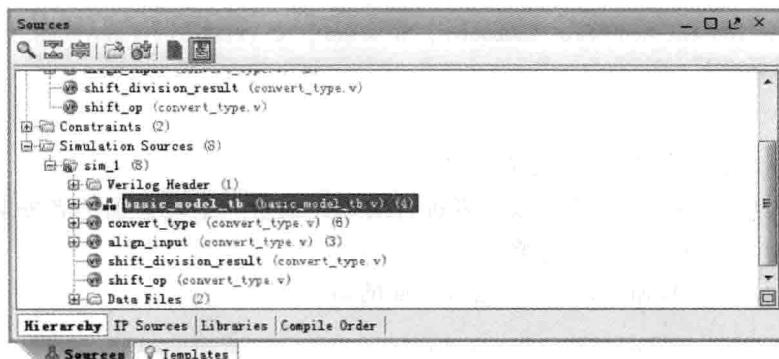

图 6.25 测试平台
- (2) 如图 6.25 所示,在 Source 窗口下,找到并展开 Simulation Sources。在展开项中,找到并展开 Sim\_1。在展开项中,选中 basic\_model\_tb。